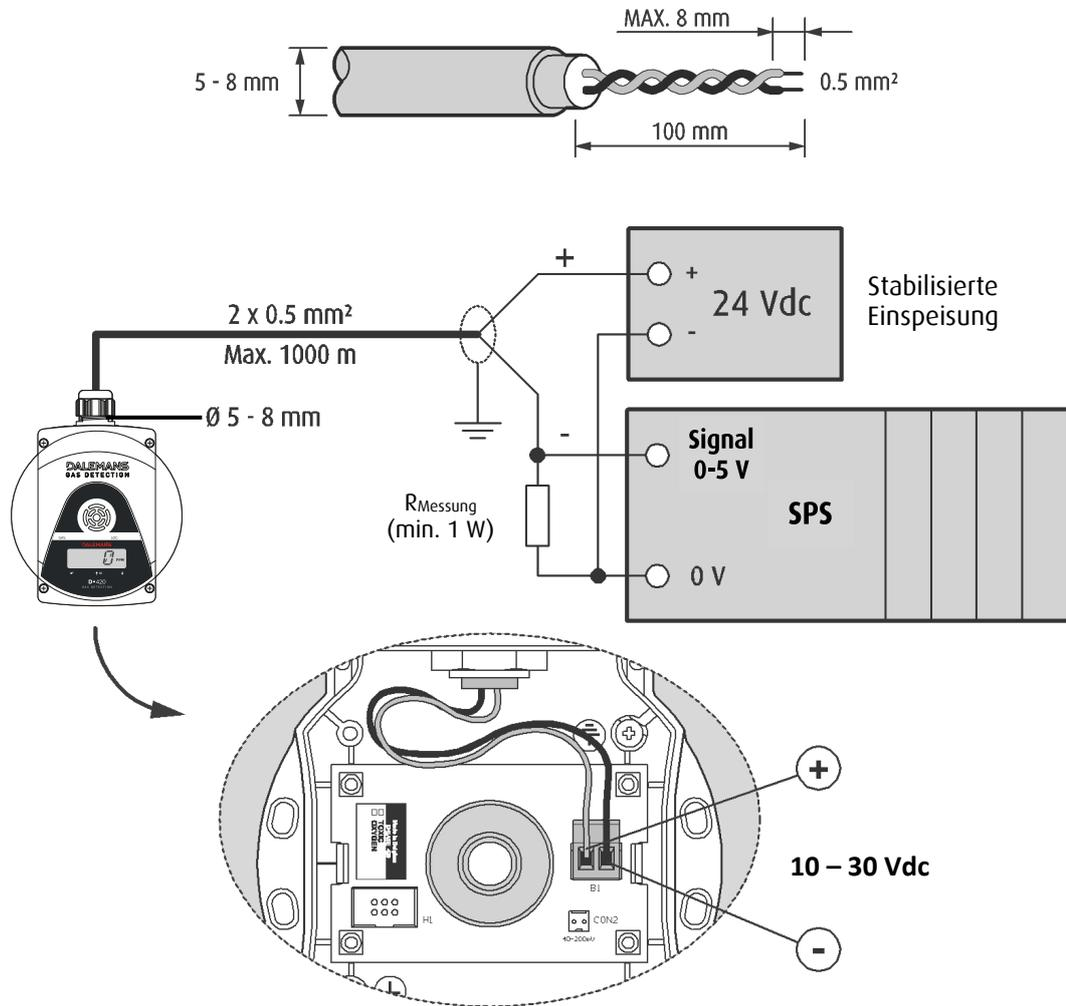

Abbildung 9: 2-Leiter-Anschluss an eine speicherprogrammierbare Steuerung (SPS)
- Schließen Sie die Leiter an der Steckverbinder B1 (Abbildung 9 oder Abbildung 10).